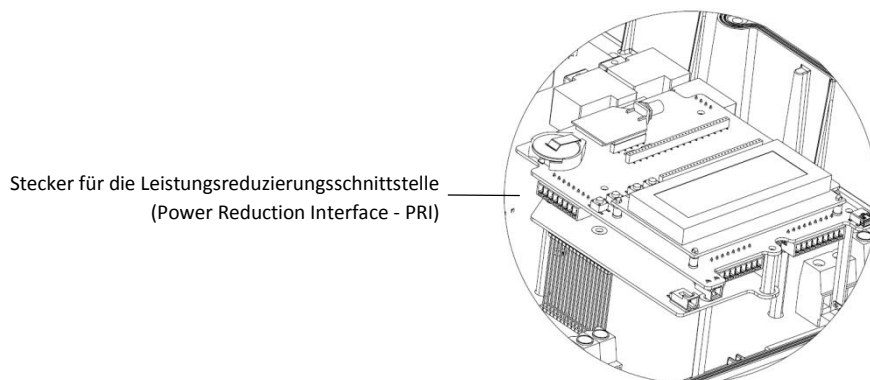

Abbildung 1 – PRI-Schnittstelle, Eingang
1. Schließen Sie den FRE² direkt an die Kommunikationskarte des SolarEdge-Wechselrichters mithilfe des Steckers für die Leistungsreduzierungsschnittstelle (PRI) an. Abbildung 1 zeigt die Position des Anschlusses. Der Stecker ist ein 8-Pin-Klemmblock.
Schließen Sie den FRE³ direkt an die Kommunikationskarte des SolarEdge-Wechselrichters mithilfe des Steckers für die Leistungsreduzierungsschnittstelle (PRI) an. Abbildung 1 zeigt die Position des Anschlusses. Der Stecker ist ein 8-Pin-Klemmblock.